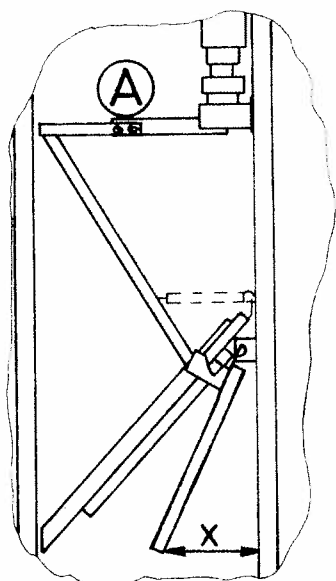
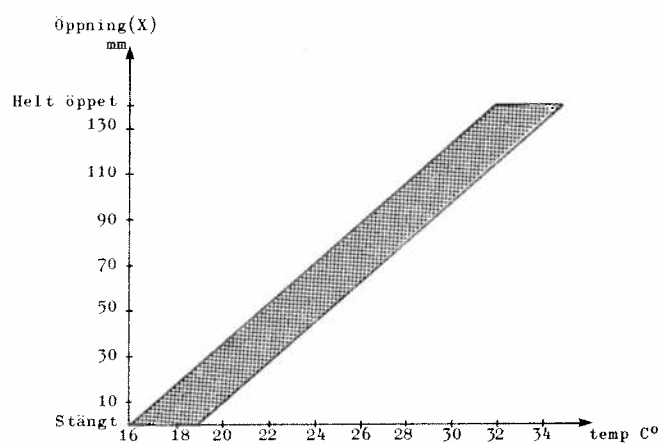

Bild 1
Bild 2
Kontrollera att spjällets öppning X, se bild 1.
Överensstämmer med vad som är angivet på bild 2 vid aktuell temperatur. Vid behov justera vid (A) se bild 1.